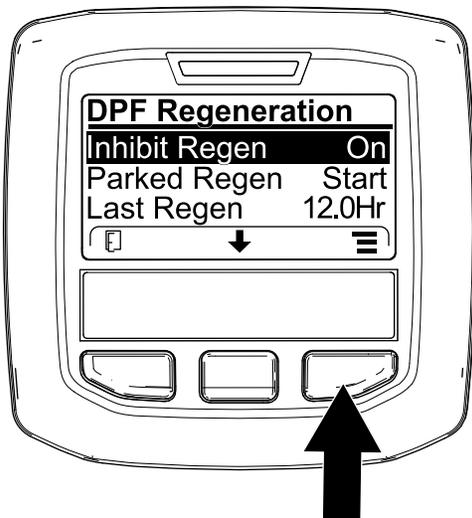
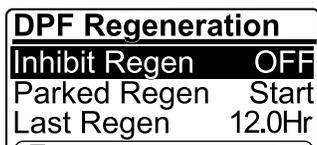

Figura 42
Figura 43
1. Aceda ao menu Regeneração do filtro de partículas de gasóleo, prima o botão central para ir até à opção INIBIR REGENERAÇÃO e prima o botão direito para seleccionar a entrada Inibir regeneração (Figura 42).
2. Prima o botão direito para alterar a definição da Inibição da regeneração de Ligar para Desligar (Figura 42) ou de Desligar para Ligar (Figura 43).